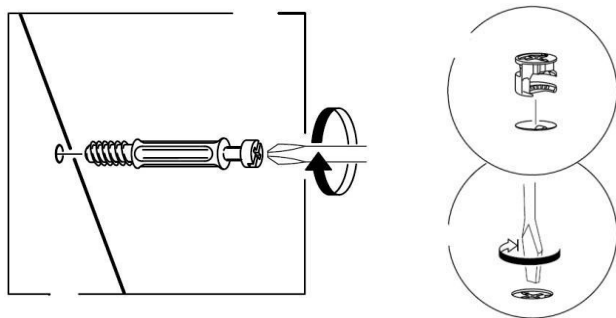
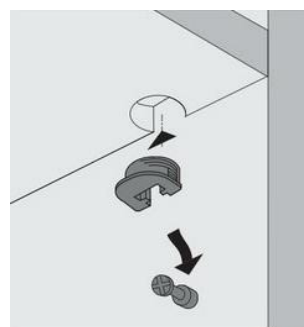

Рис. 1
Рис. 2
1. В боковые стенки (61), (62), перегородку (63), горизонтальные щиты (65), (66), планку жесткости (95) в имеющиеся отверстия установить эксцентрики таким образом, чтобы стрелка была повернута в сторону отверстия в торце.
В установленные муфты эксцентриковых стяжек на боковых стенках (61), (62), перегородке (63), крышке (60), вернуть дюбели DU 644, в соседние отверстия установить шканты (рис.1).
2. Установить монтажные планки петель на боковые стенки (61), (62) с помощью комплектных винтов.
3. Установить дюбели полкодержателей в требуемый ряд отверстий на боковой стенке (61) и перегородке (63). На полки (67) установить врезные полкодержатели (рис.2).
5. На боковые стенки (61), (62) установить направляющие ящиков шурупами 6,3x10,5мм. Первое отверстие на щите должно совпасть с третьим отверстием на направляющей.
6. В отверстие диаметром 5мм у передней кромки крышки (60) установить упор для двери (полкодержатель в рубашке). Также на крышку установить штангу шурупами 3,5x13мм.
7. В усовые гайки на нижнем щите (64) вернуть опоры. На нижние торцы опор наклеить фетровые подпятники.